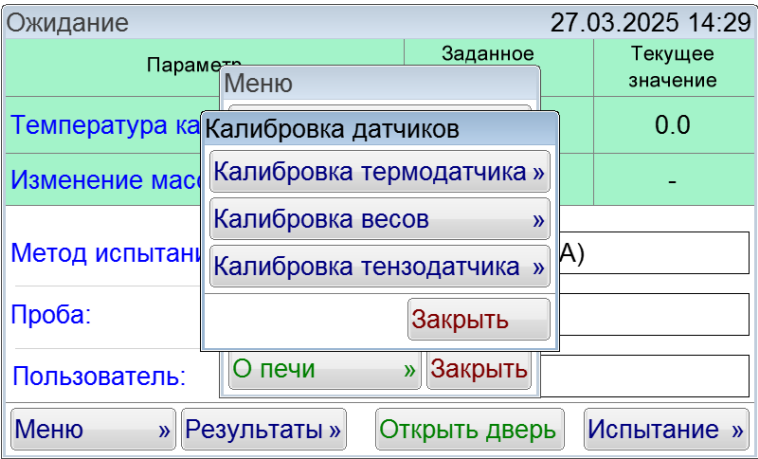

Рисунок 47 – Окно «Калибровка датчиков»
5.10.3 Откроется окно «Калибровка датчиков» (см. рисунок 47).